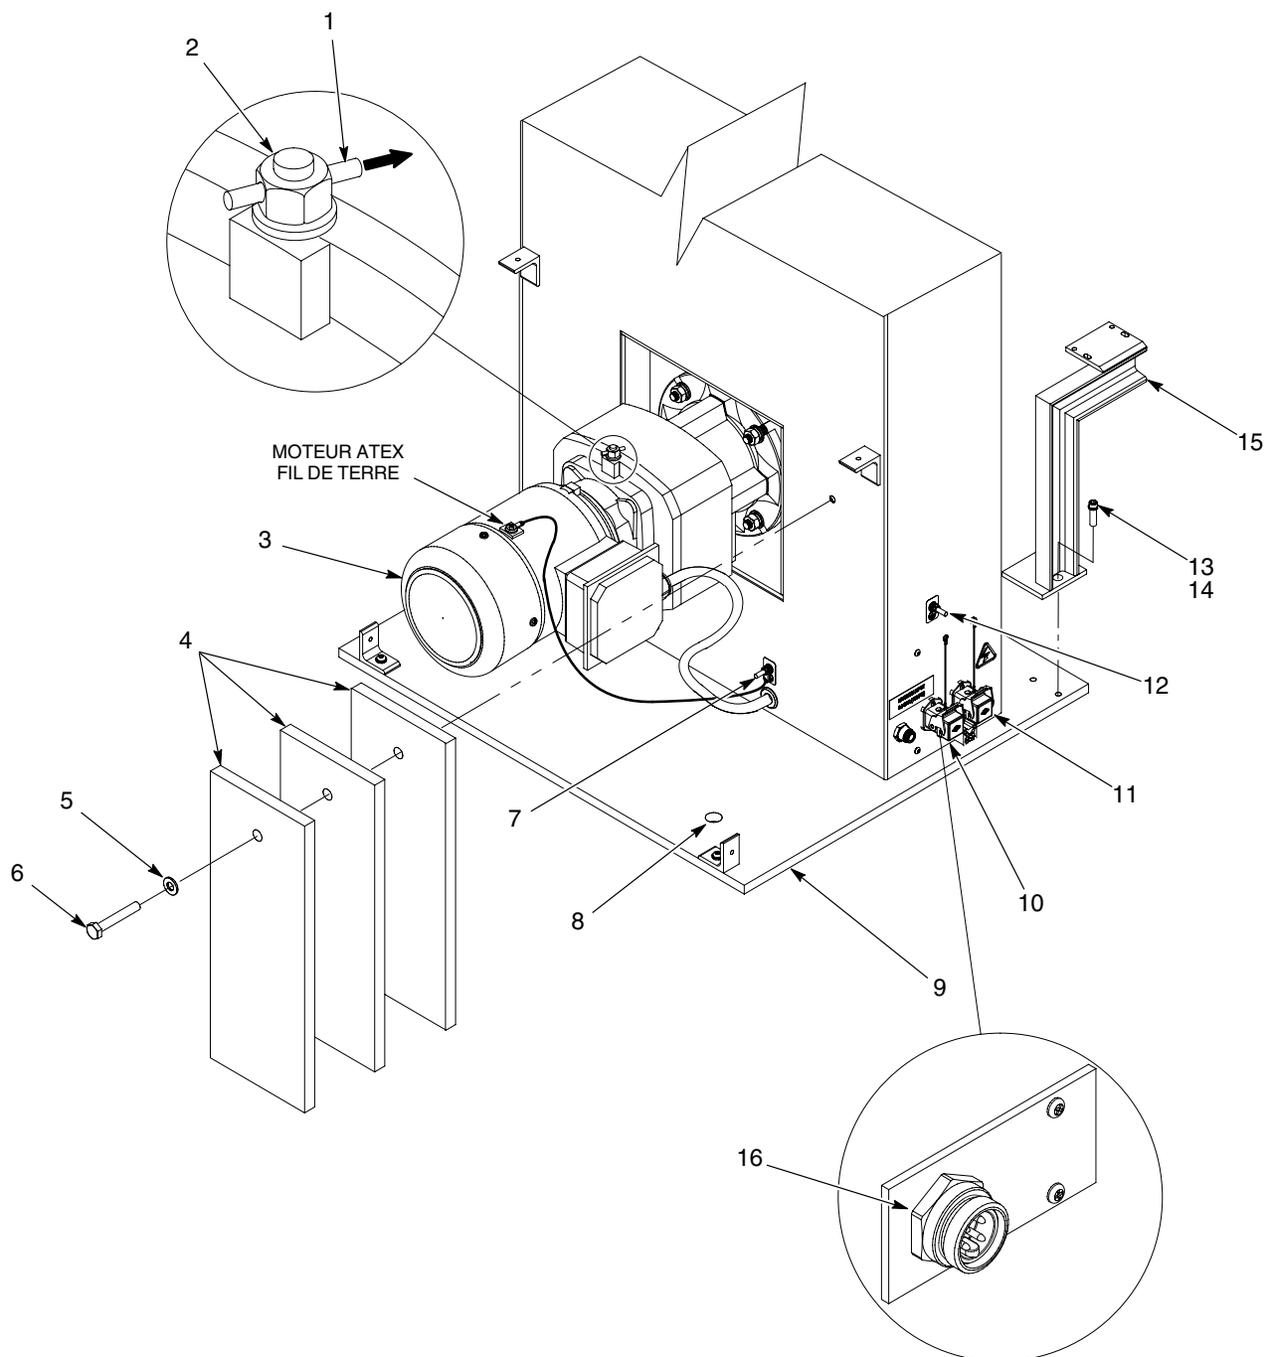

Fig. 3 Installation
- b. Voir la figure 3. Monter les contrepoids (4) sur l'oscillateur à l'aide des vis (6) et des rondelles frein (5). Serrer fermement la vis.
2. Si le mécanisme de va-et-vient est monté au sol ou sur une base fixe, utiliser les quatre trous de fixation (8) existants. Au besoin, percer de nouveaux trous dans la base ou le sol. Utiliser des éléments de fixation de taille appropriée pour bien fixer le mécanisme de va-et-vient.
3. Retirer le bouchon en caoutchouc (1) de la soupape de décharge (2).
4. Monter le support de câbles (15) sur la base de l'oscillateur (9) à l'aide des vis (13) et des rondelles frein (14). Serrer fermement les vis.
Voir la figure 3. Relier l'oscillateur à une terre véritable en utilisant la borne de terre (6). Tester la terre et vérifier qu'elle est conforme aux exigences réglementaires locales.
**MOTEUR ATEX SEULEMENT** : Si l'oscillateur est équipé d'un moteur ATEX, s'assurer que le fil de terre du motoréducteur est relié à la borne de terre (7).
- a. Voir la figure 3. Raccorder le câble d'alimentation électrique du client entre le contrôleur du système et le connecteur (10).